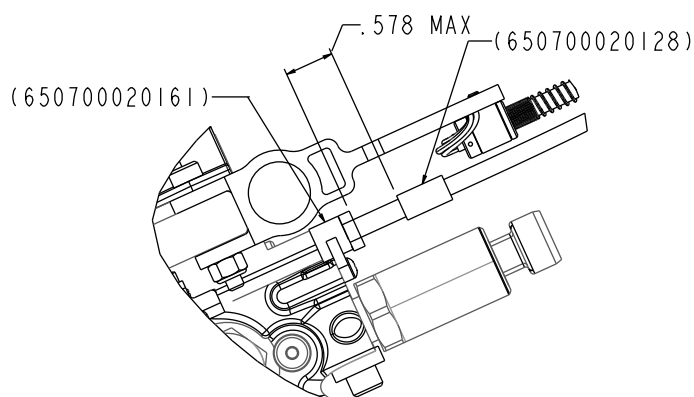

Figure 34 – Distance maximale
9. S'assurer que la distance maximale entre le contre-écrou du câble et la tige du câble à libération manuelle est de 0,578 po (1,47 cm) (Figure 34).